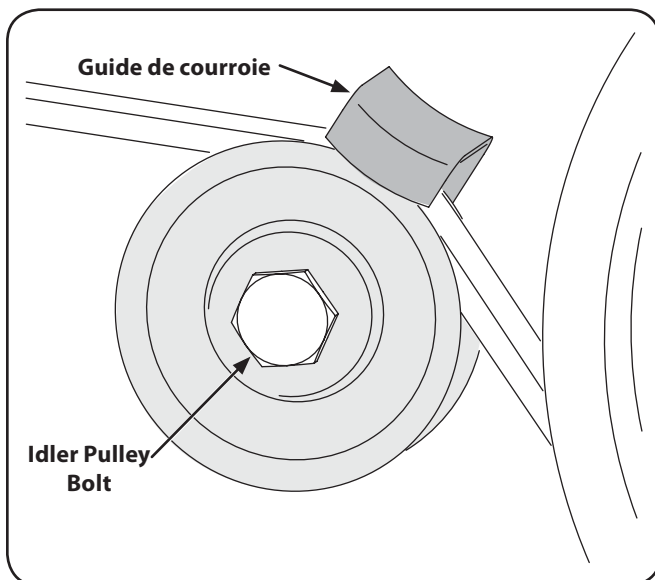

Fig. 7-4
3. Enlevez le boulon de la poulie de tension et dégagez la courroie qui passe en-dessous du guide de courroie. Voir la Figure 7-4.